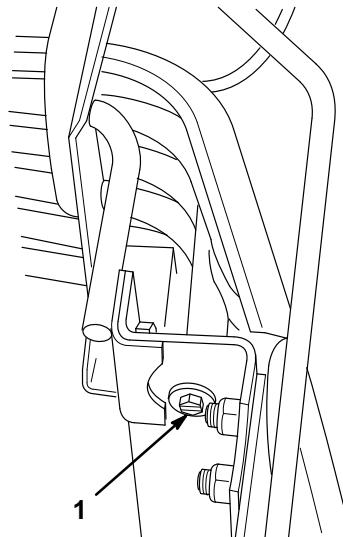

Abbildung 56
2. Den Kühlergrill des Traktors ausbauen, indem die Haube angehoben und die beiden Schrauben und Unterlegscheiben gelöst werden, mit denen er befestigt ist (Abb. 56). Die Haube schließen und den Kühlergrill nach vorne herausziehen.
7. Den Kühlergrill wieder am Traktor anbringen und mit den zwei vorher entfernten Schrauben und Unterlegscheiben befestigen (Abb. 56).
5. Den Kühlergrill wieder am Traktor anbringen und mit den zwei vorher entfernten Schrauben und Unterlegscheiben befestigen (Abb. 56).